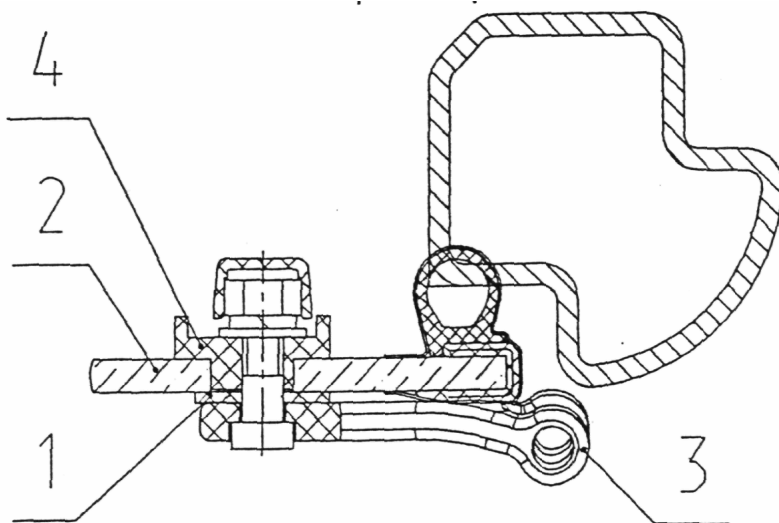

Рис. 5.16.7. Регулировка окна бокового
- поворачивать эксцентриковую втулку 4 (рис. 5.16.7) (происходит регулировка положения стекла в оконном проеме).